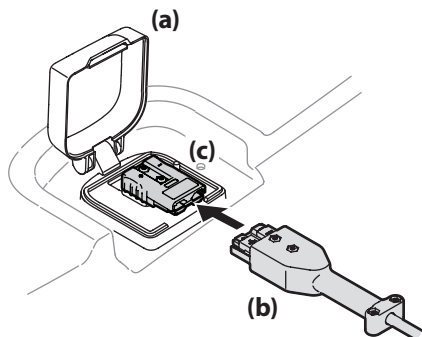

Figura 4-4
1. Levante la puerta del puerto de carga (a), que se encuentra en el panel posterior del cuerpo de la podadora. Ver Figura 4-4.